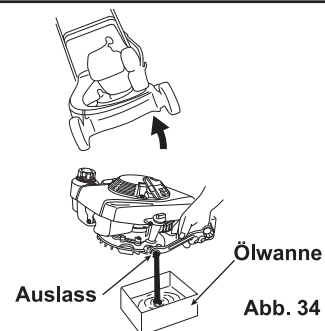

Abb. 34
2. Lassen Sie das Motoröl durch den Auslassstutzen abfließen. (Siehe Abb. 34)